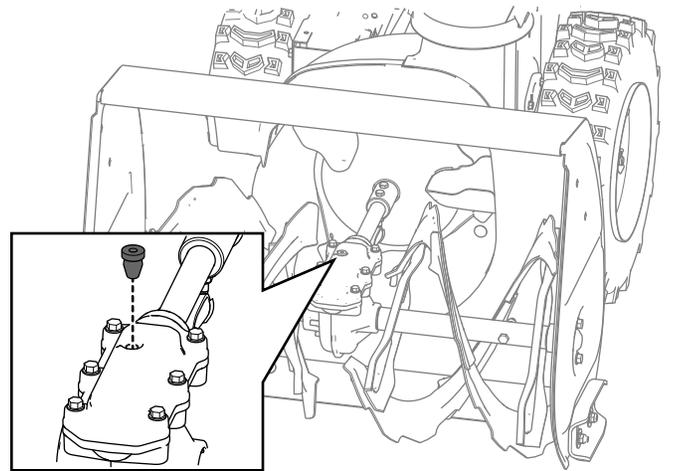

Bild 28
- 2. Reinigen Sie den Bereich um den Rohrverschluss und entfernen Sie den Rohrverschluss vom Getriebe (**Bild 28**).